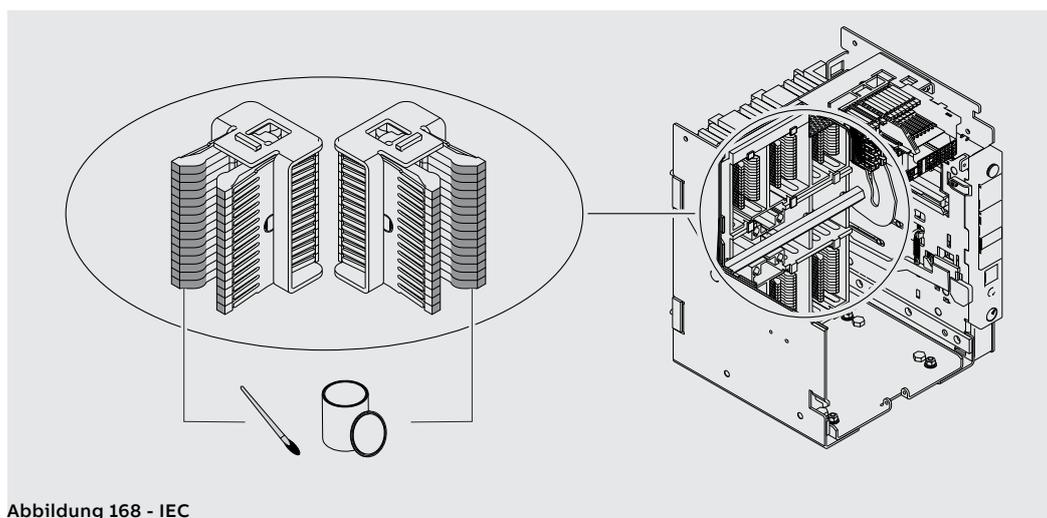
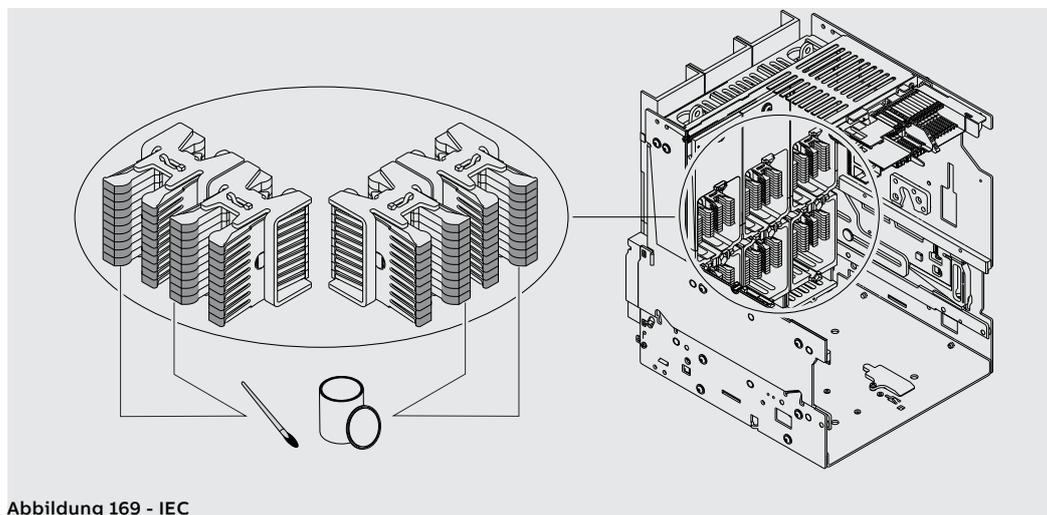

Abbildung 168 - IEC
Abbildung 169 - IEC
1. Die Klautrennkontakte an den angegebenen Stellen reinigen. Bei starken Ablagerungen kann man einen Verdüner vom Typ Chemma 18 oder gleichwertige Produkte verwenden (Abbildung 168 - IEC für E1.2; Abbildung 169 - IEC für E2.2, E4.2 und E6.2).